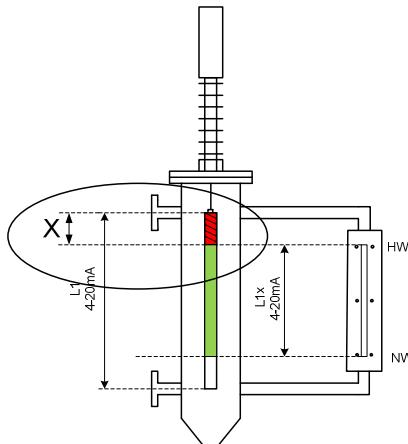

Bild 3, Figure 3, figure 3
Eine Anpassung des Messbereiches L1 z.B. an ein Schauglass L1x wie in Bild 3 gezeigt ist prinzipiell machbar, sollte aber nach Möglichkeit vermieden werden.
1. Den Flüssigkeitsstand auf 0% Niveau bringen z.B. NW Marke Schauglass in Bild 3
3. Den Flüssigkeitsstand auf 100% Niveau bringen z.B. HW Marke Schauglass in Bild 3
Adaptation of the effective range L1, e.g., in a sight glass L1x as shown in fig.3 is feasible, but should be avoided if possible.
1. Set the liquid level to 0%, e.g., NW mark sight glass (see fig. 3)
3. Set the liquid level up to 100%, e.g., to the HW mark sight glass (see fig. 3)
Un ajustement de la plage de mesure L1, par exemple dans un indicateur de niveau L1x comme montré dans la figure 3, est en principe possible, mais doit être évité autant que possible.
1. Ajuster le niveau de liquide à 0%, par exemple au niveau de la marque NW de l'indicateur de niveau de la figure 3
3. Ajuster le niveau de liquide à 100%, par exemple au niveau de la marque HW de l'indicateur de niveau de la figure 3